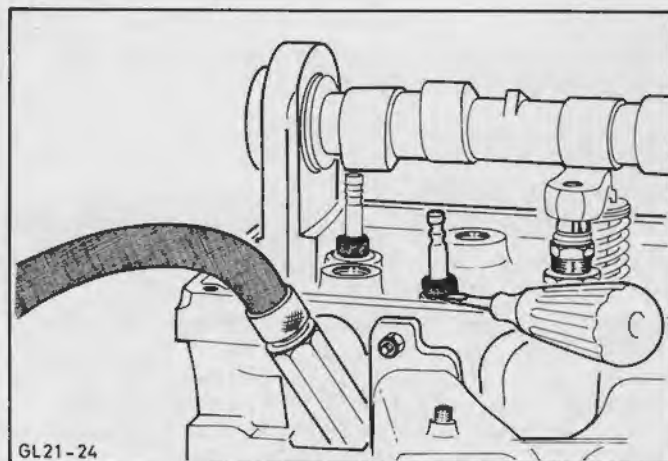

Fig.117. Fjern ventilstammepakdåsen med en skruetrækker
6. Afmonter ventilfjederholderen og ventilfjederen. Tryk pakdåsen ud af topstykket med en skruetrækker, Fig.117.